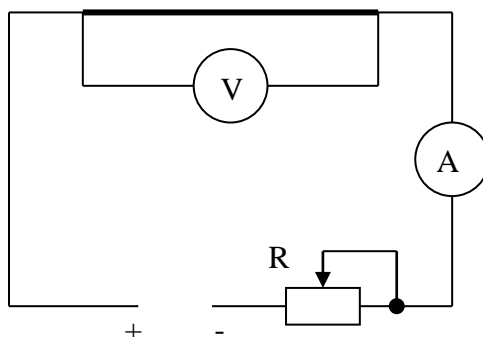

рис. 7.1:
1. Постройте схему измерения сопротивления проводника (рис. 7.1).